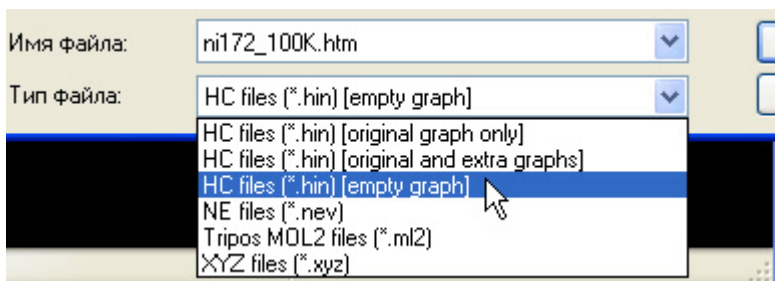

Рис. 24. Сохранение модели нанокластера никеля Ni_{172} с пустым графом связей
14. Сохраните на диск результат своих расчетов — саму модель нанокластера. Для этого из меню *File* вызовите инструкцию *Save structure...* В появившемся диалоговом окне сохранения файла укажите понятное имя, например, как и для отчета, **Ni172_100K.hin**, а из выпадающего списка типа файла выберите *HC files (*.hin) [empty graph]* (см. рис. 24). Как вы помните, полный граф нанокластера может быть легко восстановлен при необходимости продолжения работы в последующем.